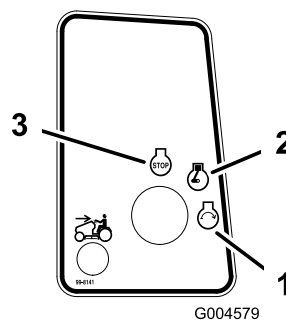

Figura 14
6. Girate la chiave di accensione in senso orario e tenetela in posizione Start (Figura 14). Rilasciatela quando il motore si accende.
2. Girate la chiave di accensione in posizione Off (Figura 14).